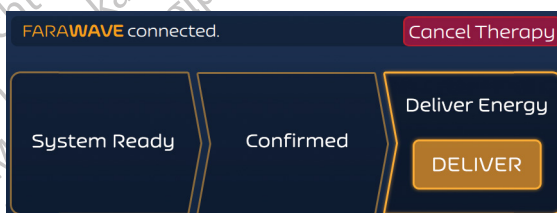

Bild 10. Behandlingsskärmen - Asynkront läge - Redo att tillföra
5. Om du trycker på knappen CONFIRM (BEKRÄFTA) aktiveras knappen DELIVER (TILLFÖR), vilket kan ses i bild 10.